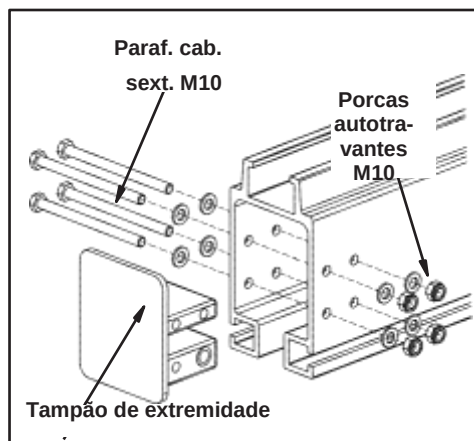

Figura 3-41
- Etapa 2. Instale parafusos de cabeça sextavada M10 x 100 mm, porcas autotravantes M10 e arruelas planas M10. Aperte até que esteja adequadamente apertado (se existir um batente de tampão de extremidade redundante, não aperte). Consulte a Figura 3-41.